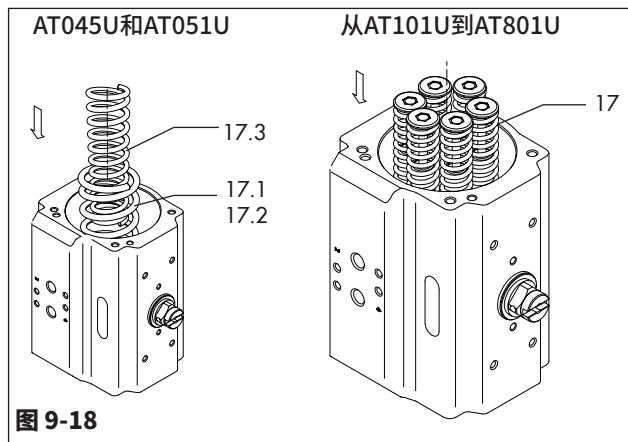
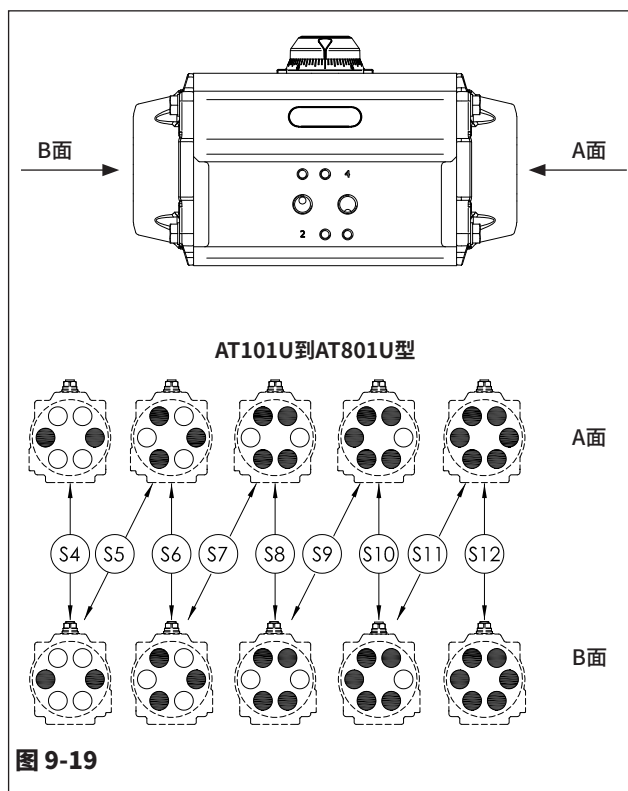

图 9-18
图 9-19
- 如果是弹簧复位执行机构,请根据执行机构的型号,将正确数量的弹簧座置于表9-4、表9-5、图9-18、图9-19所示的正确位置。